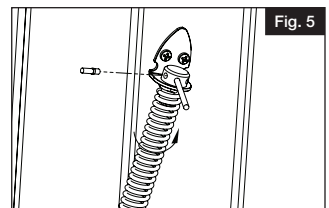

Fig. 5
- c. To increase tension, close gate and use provided adjustment rod to turn tension barrel a maximum of 3 increments. Holding the rod in place, insert the tension pin in the open slot closest to the post on the side opposite of the gate (Fig. 5).
- Pour augmenter la tension, fermer la barrière et utiliser la tige de réglage fournie pour faire tourner le barillet de tension un maximum de 3 incréments. En maintenant la tige en place, insérer la goupille de tension dans la fente ouverte la plus proche du poteau du côté opposé à la barrière (Fig. 5).
- Para aumentar la tensión, cierre el portón y utilice la varilla de ajuste suministrada para girar el barril de tensión un máximo de 3 incrementos. Con la varilla en su sitio, introduzca el pasador de tensión en la ranura abierta más cercana al poste en el lado opuesto al portón (Fig. 5).